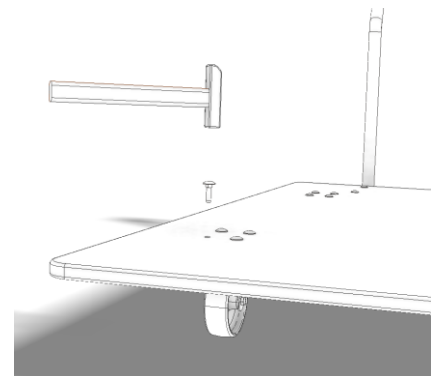

Abb. 2: Montage der Rollen
Befestigen Sie als erstes die beiden Bockrollen ③ und die beiden Lenkrollen ④ an der Bodenplatte ① (Abb. 2).